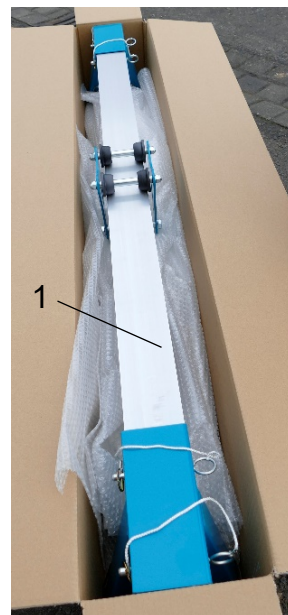

Abb. 2
- Das Vierbein wird in zerlegtem Zustand in einem Karton ausgeliefert (Abb. 2). Prüfen Sie beim Empfang den ordnungsgemäßen Zustand der Verpackung und kontrollieren Sie die Einzelteile auf Beschädigungen.
- Packen Sie die Einzelteile aus und kontrollieren Sie den Lieferumfang (Abb. 2, 3):
- 1 Träger (1)
- 4 Stützen (2)
- 4 Fußspitzen (3)
- 2 Köpfe (4)
- 1 Laufkatze (5)
- 4 Gummipplatten (6), falls bestellt
- 1 Hebezeug (7), falls bestellt